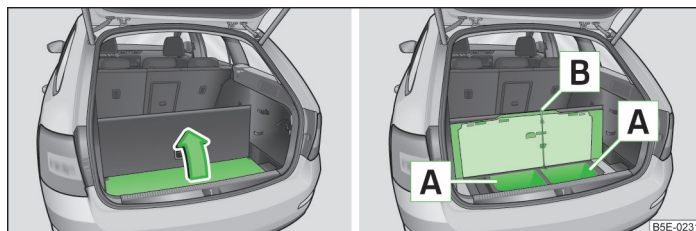

Abb. 90 Bodenbelag anheben / Ablagefächer unter dem Bodenbelag
- Den Bodenbelag in Pfeilrichtung anheben » Abb. 90.